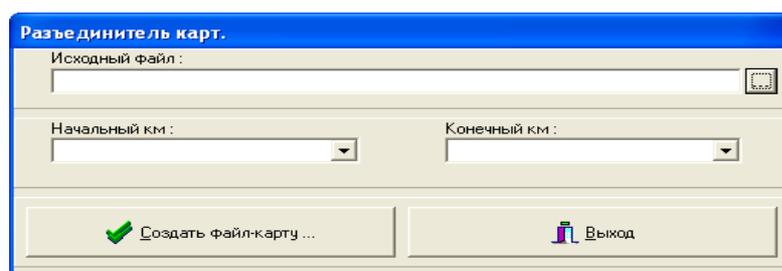

Рисунок 2.58
- в появившемся окне (рисунок 2.58) нажмите клавишу «» укажите путь и имя корректируемого файла;